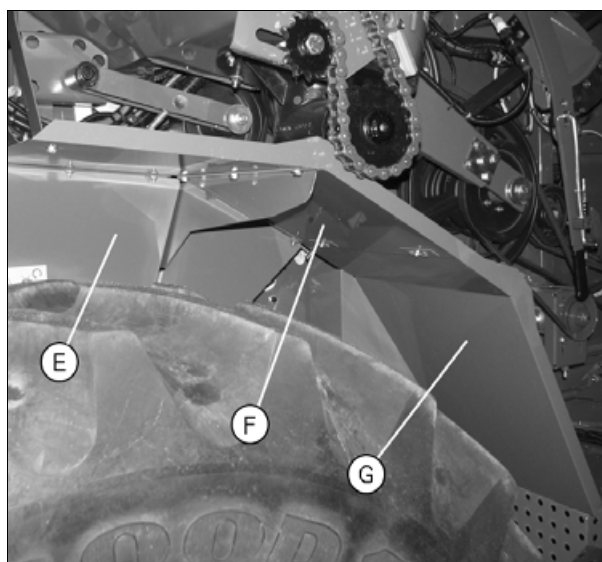

Рис. 2.
Для выполнения последующих операций необходимо снять все или несколько защитных кожухов (A), (B), (C), (D) с правой стороны и (E), (F), (G) (рис. 2) с левой стороны. Снятие данных кожухов не описано для отдельных операций.